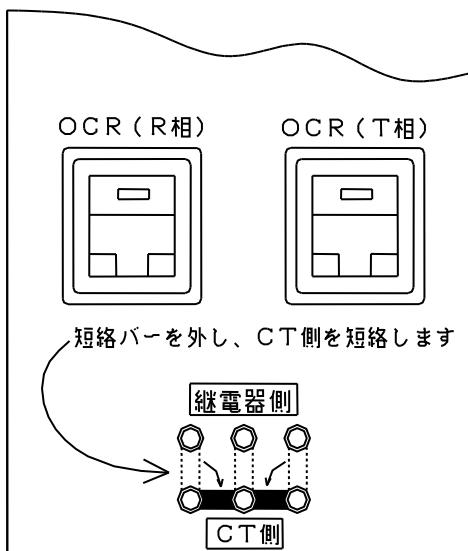

図2：試験用端子の短絡方法
2. 測定を行う繼電器に電流要素の接続を確認します。活線状態（受電状態）で高圧盤の試験用端子より行う場合は、CT回路側を短絡バーにて短絡状態にします。短絡状態にする場合は、絶対にCT回路が開放状態にならないように注意して作業を行って下さい。停電状態で作業を行う場合は、CT回路と接続している各相の短絡バーを取り外すだけです。図2